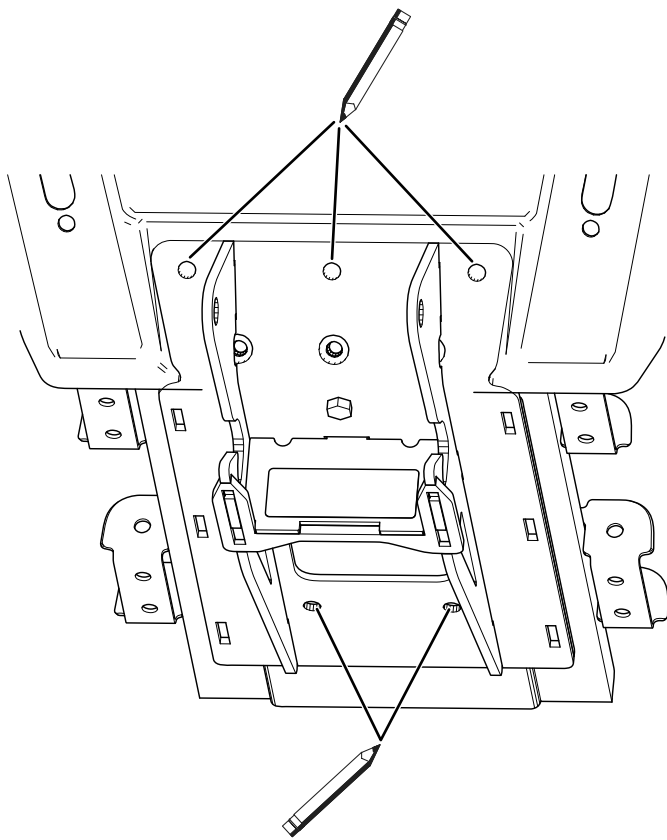

Figura 2
5. Repérez les emplacements de trous suivants sur le cadre du véhicule (Figura 2):